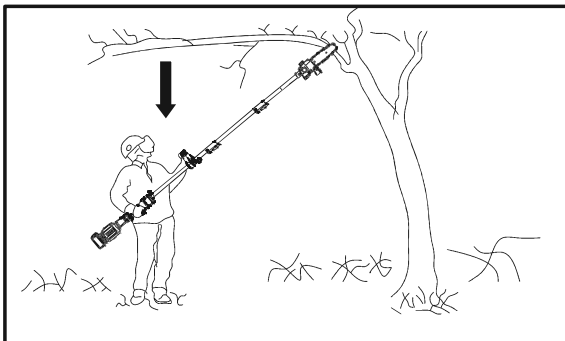

Fig. 47
6. Nunca esteja diretamente por baixo do ramo que está a serrar. Os objetos podem cair de uma forma diferente da esperada. Coloque-se sempre longe da área de queda dos ramos (Fig. 47).